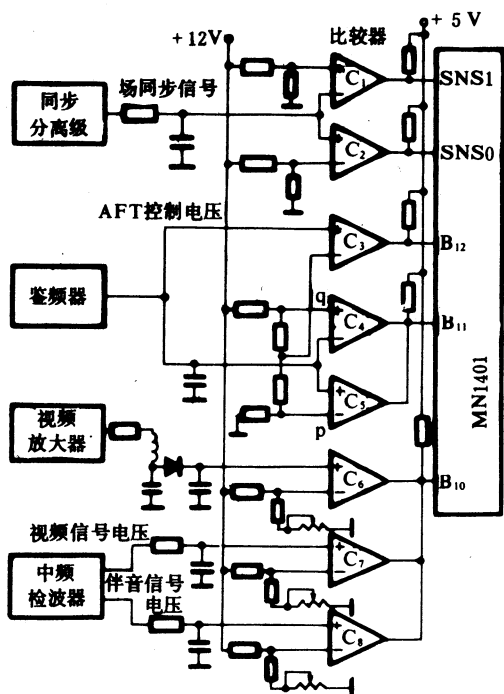

图 6 传感器
2. 传感器 传感器提供给微机频道识别信号和指示频率微调方向的信号, 它由八个比较器构成 (参看图 6)。